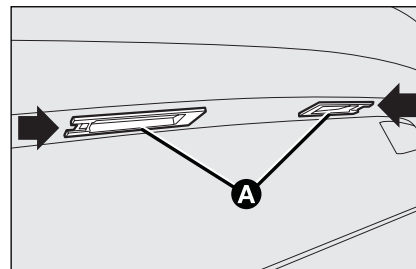

Рис. 34
- ☐ нажав по стрелке см., **рис. 34** снимите рассеиватели **А**;